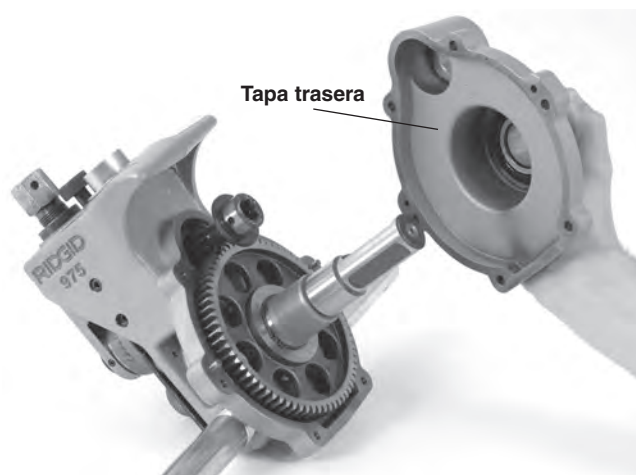

Figura 18 – Extracción de la tapa trasera
2. Extraiga la tapa trasera. Vea la Figura 18.